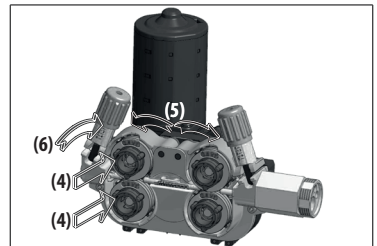

Figure 10: Installation Des Galets De Dévidage
- Placez la poulie que vous allez utiliser de sorte que les encoches se trouvant à la partie intérieure de la poulie de dévidage soient chevauchés par les saillies du corps du dévidoir (4). Tournez-la vers la droite ou la gauche pour entendre le clic de verrouillage et pour vous assurer la poulie est en place. Abaissez ensuite les rouleaux de pression (5) et soulevez le levier du rouleau de pression pour ensuite le verrouiller sur le rouleau de pression (6). (Figure 10)